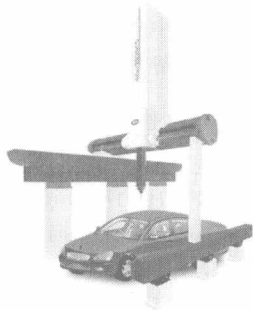

图 1-2 三坐标测量机
- (1) 接触式测量方法。该测量方法是指利用接触式的测量仪器，如三坐标测量机 CMM（Coordinate Measuring Machine），如图 1-2 所示。对物体进行测量，在测量材质为硬质、容易定位，只需测量孔位、平面、轮廓等指定特征的物体时，一般都采用接触式的测量方法，测量的精度可达 0.02mm，多用于质量的检测。